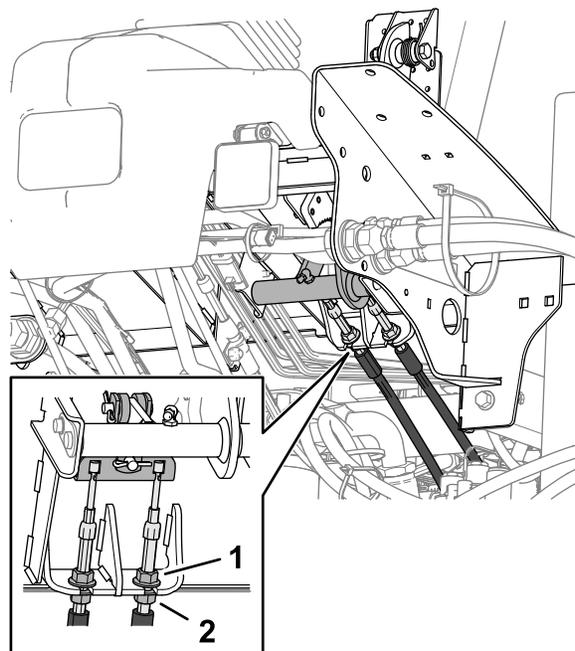

Figure 108
5. Pour réduire la garde à la pédale de frein, desserrez les écrous de blocage avant sur l'extrémité filetée de chaque câble de frein (Figure 108).